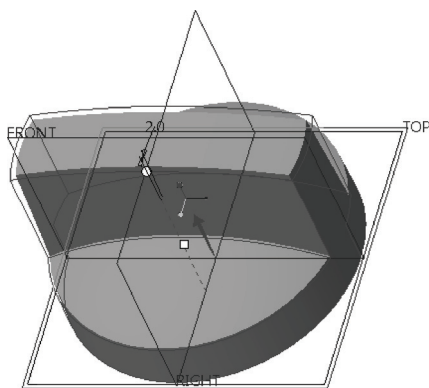

图 12-10 设置拔模角度
- 4) 在 (角度 1) 组合框中输入拔模角度“-2”。此时特征动态预览如图 12-10 所示。